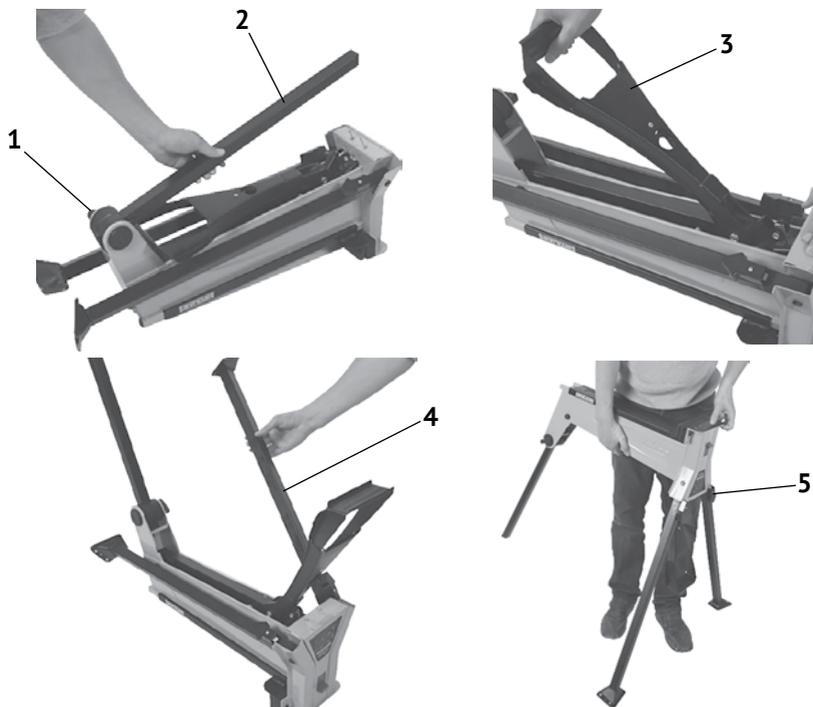

рис. 2
### 2.1 Последовательность установки в рабочее положение (см. рис.2)
- ослабив рукоятку фиксации задней опоры (рис.2 поз.1), повернуть её вокруг оси крепления в рабочее положение, затянуть рукоятку фиксации;
- повернуть ножную педаль (рис.2 поз.3) в рабочее положение (до фиксации со щелчком);
щелчка фиксатора (рис.2 поз.5);